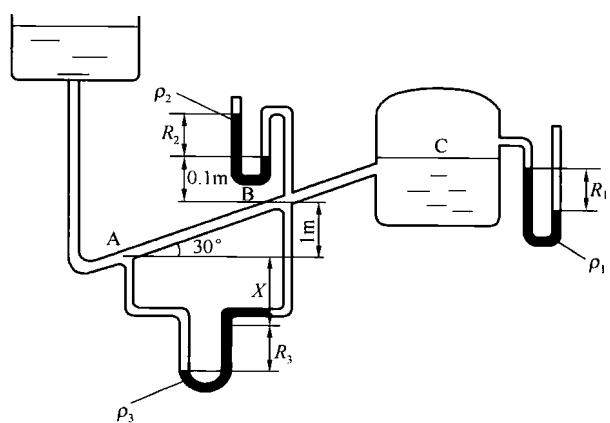

图 1-5 例 1-1 附图
**【例 1-1】** 如图 1-5。水由敞口高位槽通过内径为  $25\text{mm}$  的管子输送到容器 C 中。已知管路全部能量损失为  $8.5 \frac{u^2}{2}$ （不包括管路进、出口能量损失）。设两槽液面保持不变，摩擦系数为 0.025。已知  $R_1$ 、 $R_2$ 、 $R_3$  分别为  $80\text{mm}$ 、 $50\text{mm}$ 、 $32\text{mm}$ ， $\rho_1$ 、 $\rho_2$ 、 $\rho_3$  分别为  $1000\text{kg/m}^3$ 、 $1590\text{kg/m}^3$ 、 $13600\text{kg/m}^3$ 。